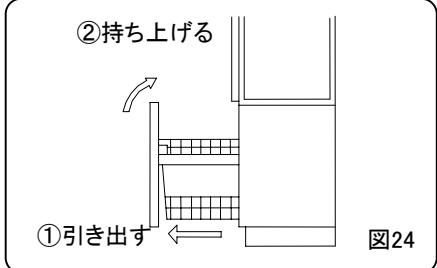

図24
①下台キャビネットのライドバスケットを扉ごと取りはずしてください。(図24)